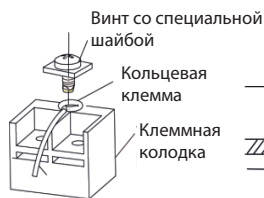

Рис. 27
4. Расположите круглую клемму провода, установите на место и затяните отверткой винт клеммной колодки (см. рис. 27).